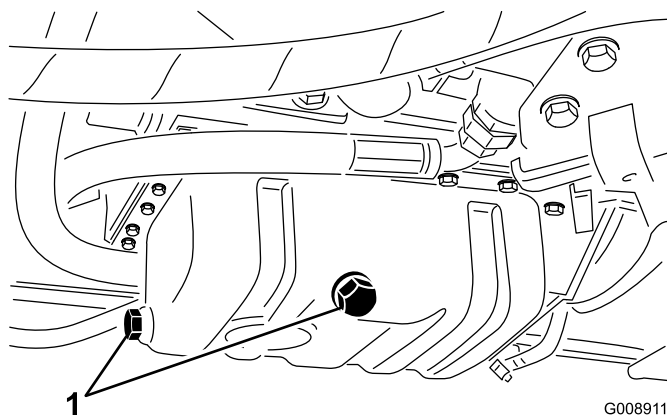

図 58
1. ドレン・プラグのどちらか一方（図 58）を外してオイルを容器に受け、オイルの流出がおわったらプラグを元通りに取り付ける。